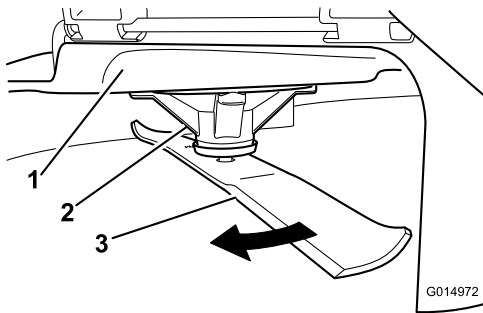

Figure 101
2. Enfilez des gants épais ou utilisez une autre protection adéquate pour les mains, et faites tourner la lame lentement jusqu'à une position permettant de mesurer correctement la distance entre le tranchant et la surface plane sur laquelle se trouve la machine (Figure 101).